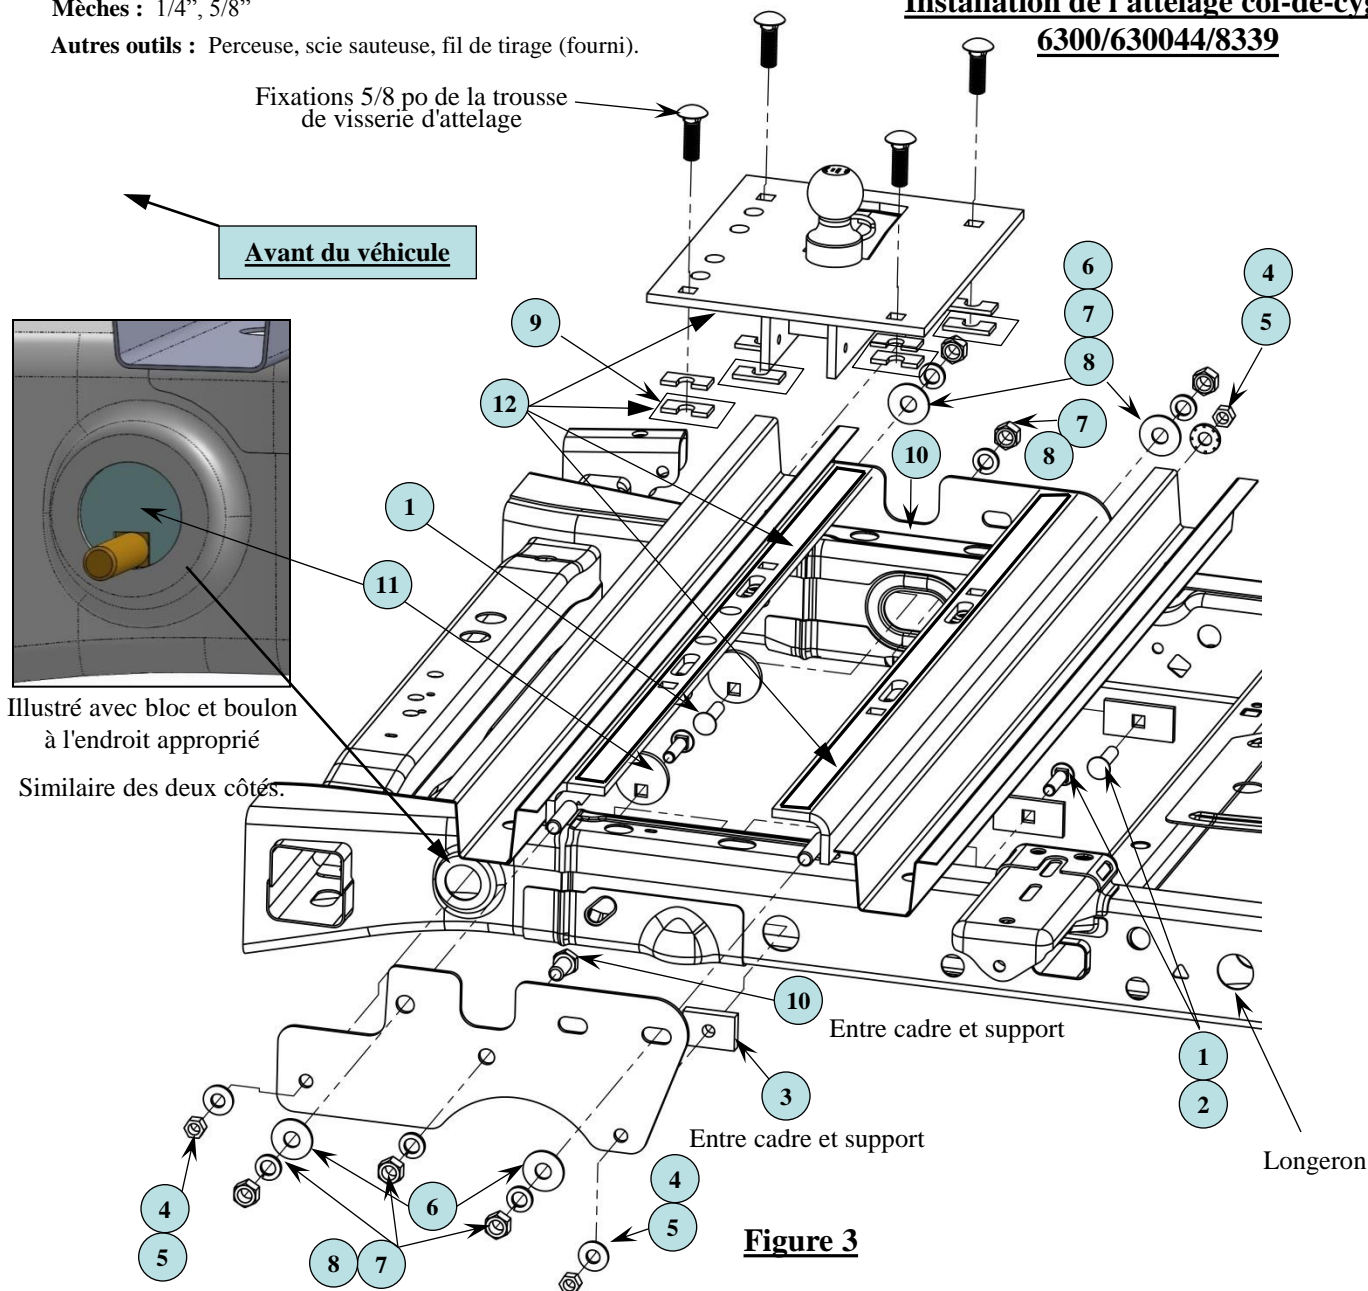

Figure 3
4. Poser les supports de cadre en alignant les goujons filetés des extrémités des traverses sur le groupe de fentes extérieures des supports. Voir la figure 3. En laissant du jeu, poser la visserie 5/8 po sur les goujons filetés : rondelles plates, rondelles freins et écrous hexagonaux.